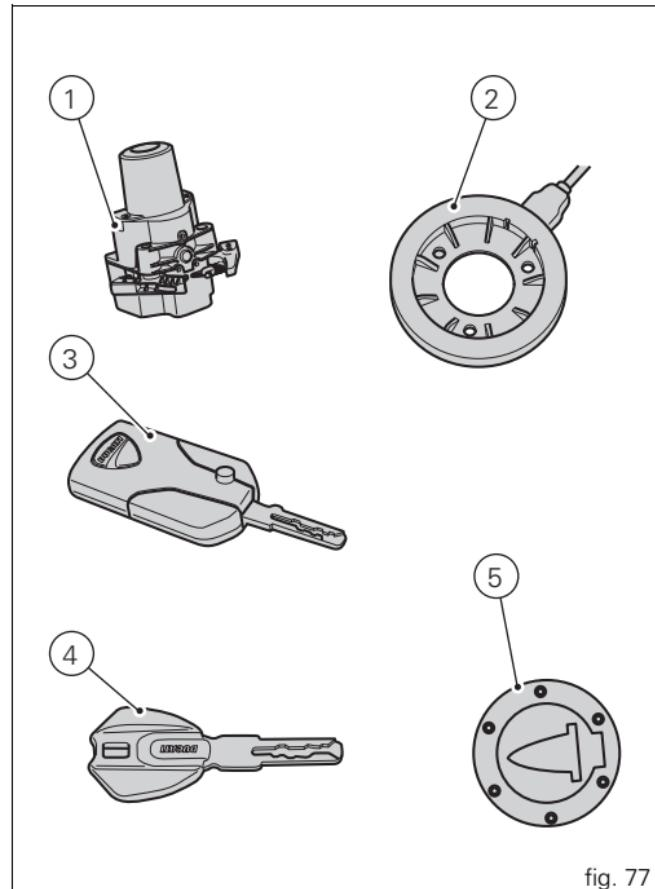

fig. 77
El key-off consiste en el apagado del Hands free y de todos los dispositivos electrónicos, y permite el apagado del motor. El key-on se produce presionando el pulsador (6) del manillar en el conmutador derecho o presionando el pulsador de emergencia (7) en el bloque Hands free (1, fig. 77).
El key-off se realiza presionando el pulsador (6) del manillar en el conmutador derecho o presionando el pulsador (7) en el Hands free (1, fig. 77).
El key-on es posible sólo en presencia de una de las dos llaves (3, fig. 77) o (4, fig. 77), sino mediante el pin code.
El key-off es posible incluso sin la presencia de la llave (3, fig. 77) o (4, fig. 77).
La llave activa (3, fig. 77) con batería descargada se comporta como si fuese una llave pasiva (4, fig. 77). El salpicadero señala el estado de la batería descargada.
El key-on se obtiene presionando la tecla roja (6) del manillar en posición ENCENDIDO / APAGADO HANDS FREE y con la presencia de la llave activa (3, fig. 77).
La llave activa (3, fig. 77) tiene un radio de acción de aproximadamente 1,5 m, por lo tanto puede funcionar dentro de este radio.
El key-off se obtiene presionando la tecla roja (6) del manillar en posición ENCENDIDO / APAGADO HANDS FREE, incluso sin la presencia de la llave (3, fig. 77) cuando la velocidad del vehículo es igual a cero.
El key-on se obtiene presionando el pulsador (7) en el bloque Hands free (1, fig. 77) y con la presencia de la llave activa (3, fig. 77).
El key-off se obtiene presionando el pulsador (7) en el bloque Hands free (1, fig. 77) incluso sin la presencia de la llave (3, fig. 77).
El key-on se obtiene presionando la tecla roja (6) del manillar en posición ENCENDIDO / APAGADO HANDS FREE y con la presencia de la llave pasiva (4, fig. 77).
La llave pasiva (4, fig. 77) tiene un radio de acción de pocos cm, por lo tanto la llave (4, fig. 77) debe estar cerca de la antena (2). Para acceder a la antena (2) quitar el asiento (ver "Desmontaje asiento" en la página 119).
El key-off se obtiene presionando la tecla roja (6) del manillar en posición ENCENDIDO / APAGADO HANDS FREE, incluso sin la presencia de la llave (4, fig. 77) cuando la velocidad del vehículo es igual a cero.
El key-on se obtiene presionando el pulsador (7) en el bloque hands free y con la presencia de la llave pasiva (4, fig. 77).
El key-off se obtiene presionando el pulsador (7) en el bloque hands free (1, fig. 77) incluso sin la presencia de la llave (4, fig. 77).
El key-on se obtiene presionando el pulsador (7) en el bloque hands free (1, fig. 77) sin la presencia de las llaves (3, fig. 77) y (4, fig. 77) e introduciendo el pin code en el salpicadero.